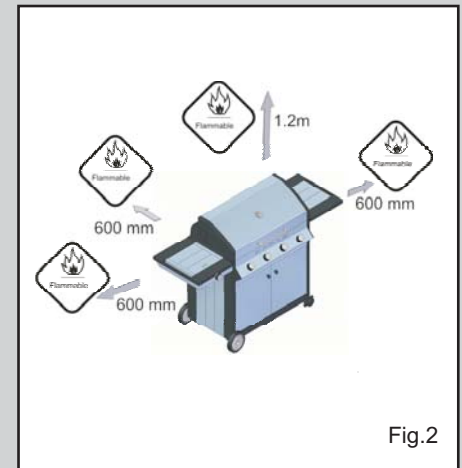

Fig.2
- Assurez-vous que l'appareil est utilisé à distance de tous matériaux inflammables. Les distances de sécurité minimum sont 1,2 m au-dessus de l'appareil et 600 mm à l'arrière et sur les côtés de l'appareil (voir fig. 2).